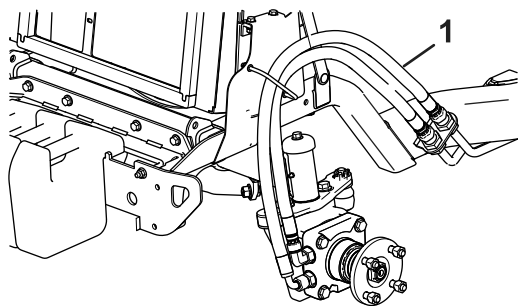

Figura 8
15. Encaminhe os tubos através do guia de tubos (Figura 8).